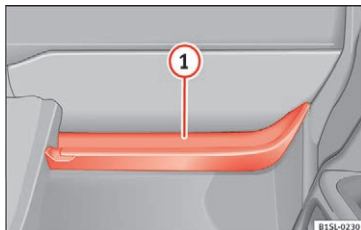

Fig. 125 Åbent opbevaringsrum i passagersiden
Der sidder en taskekrog » Fig. 125 ① på det åbne opbevaringsrum.